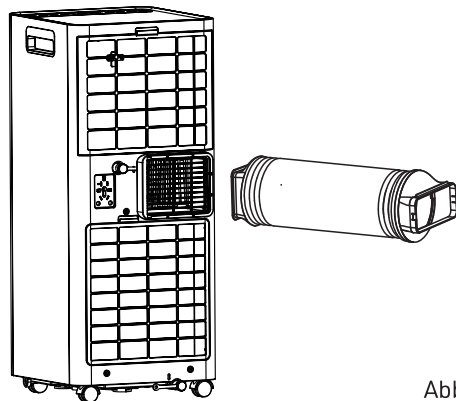

Abb. 8
- 10.) Wie in Abb.8 gezeigt, setzen Sie die Abluftrohr-Baugruppe (das Ende der Abluftverbindung) in den Lüftungsschlitz der Rückwand ein (nach links drücken) und schliessen Sie den Zusammenbau ab.